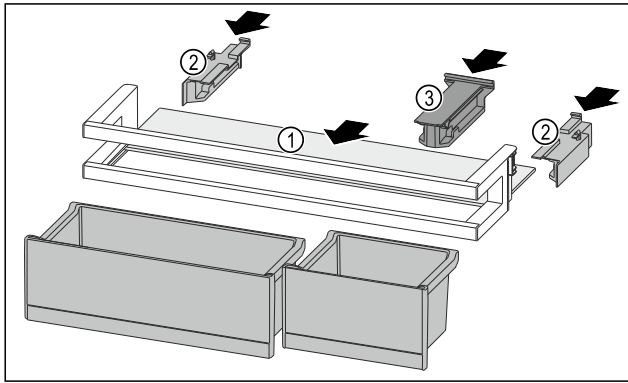

Fig. 118
- ▶ Odlagalno polico Fig. 118 (1) vstavite v stranske utore.
- ▶ Vstavite stranske dele Fig. 118 (2).
- ▶ Vstavite držalni del Fig. 118 (3).